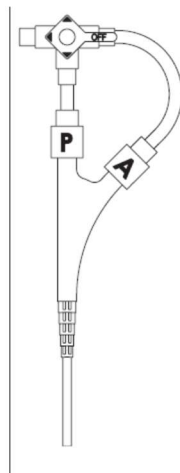

Figura 3
- Para insuflar o balão proximal, posterior, marcação P, a alavanca OFF da torneira de três vias deve ser colocada na posição A. (Figura 3)